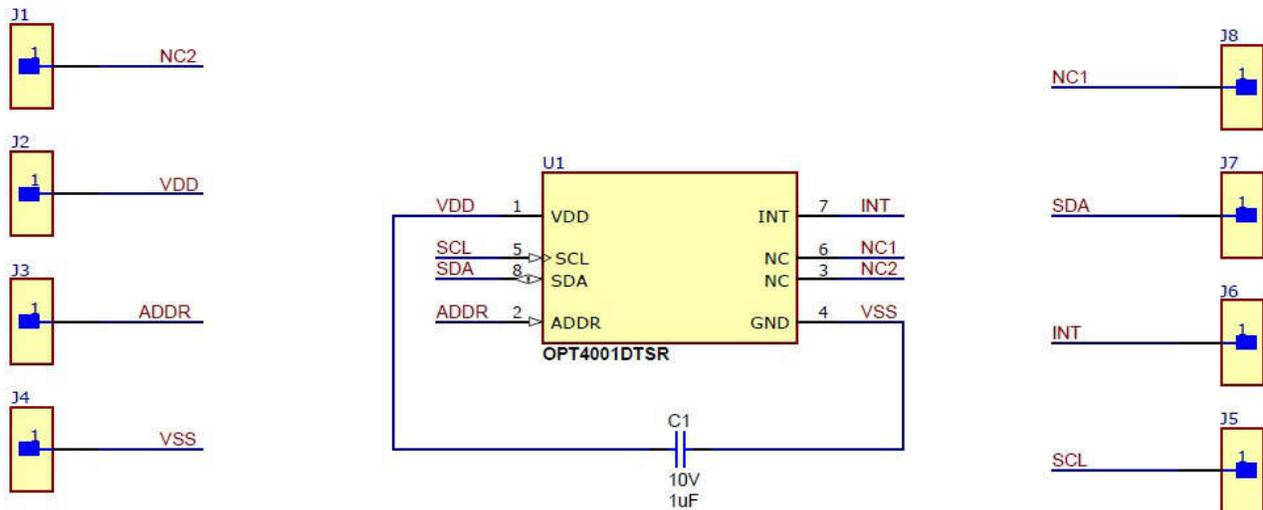

图 3-1. OPT4001 原理图
图 3-1 显示了 OPT4001 光传感器设计原理图。光传感器通常安装在专用传感器板上，并与主板分开。光传感器板能够连接到主板。请参考以下设计技巧：
- SDA 和 SCL 引脚需要上拉电阻器。客户可以在光传感器板或主板上添加电阻器。为了获得出色的信号质量，应避免使用长导线或布线。图 3-1 中未显示上拉电阻，因为这些电阻已添加到主板上。